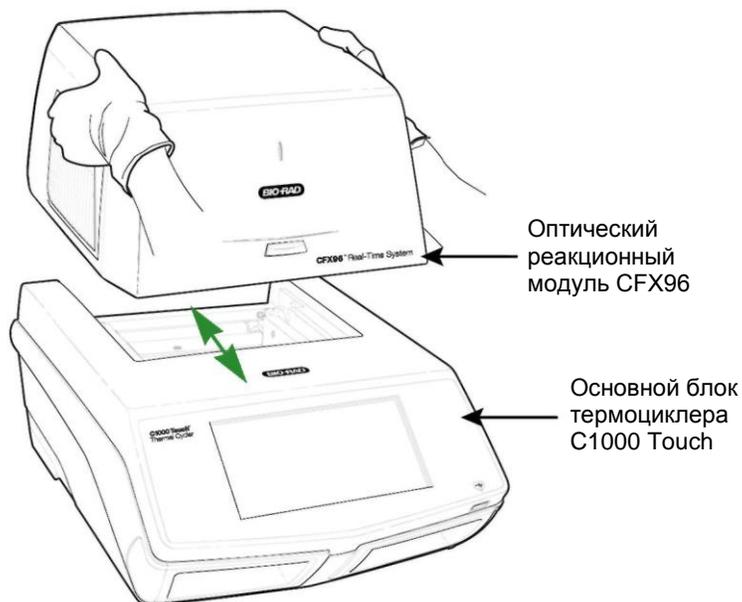

Рис. 4. Установка оптического реакционного модуля в отсек для модулей основного блока термоциклера C1000 Touch
2. Поднимите оптический реакционный модуль, взяв его за выемки для рук над боковыми вентиляционными отверстиями (Рис. 4).